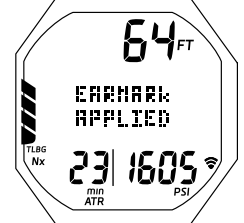

Fig. 76B - ÉCRAN PRINCIPAL DE PALIER PROFOND (affiché pendant 3 secondes)
- M (< 2 sec) - pour permettre l'insertion instantanée d'un signet dans les données d'interface PC enregistrées à ce moment précis. *L'indication EARMARK APPLIED s'affichera à la place du temps/de la profondeur de palier durant 3 secondes (Fig. 76B).*